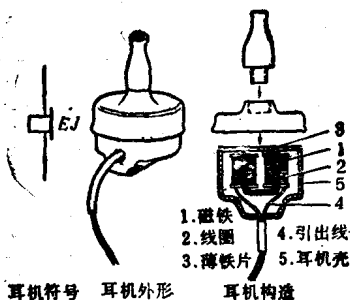

图 2-4
(3) 耳机 图 2-4 是耳机的符号、外形和构造。在耳机里，有一个马蹄形的永久磁铁，在磁铁上绕着线圈，磁铁的磁极前有一片薄铁片。当通过线圈电流的方向和强度发生变化时，磁铁吸引铁片的力量也就发生变化，因此铁片振动起来，推动耳机内的空气，造成声波，声波传到我们的耳朵里，便听到了声音。